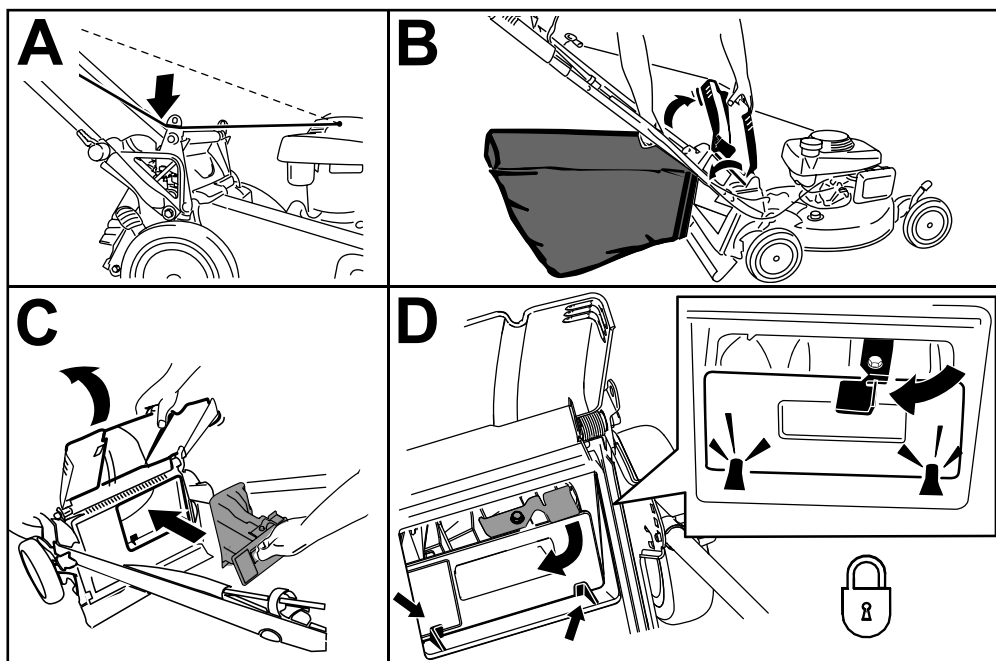

Figure 18
1. Faites passer le câble du lanceur autour du guide inférieur (A de Figure 18).
2. Relevez et bloquez le déflecteur arrière en position, puis soulevez le bac à herbe par la poignée pour le décrocher des crans sur les supports du guidon (B de Figure 18).
3. Installez l'obturateur arrière (C de Figure 18).
Important: Vérifiez que l'obturateur d'éjection arrière est bien verrouillé en place. Pour verrouiller l'obturateur, appuyez fermement dessus jusqu'à ce qu'il s'enclenche en position derrière les pattes, puis tournez le levier situé dessus vers la gauche (D de Figure 18).